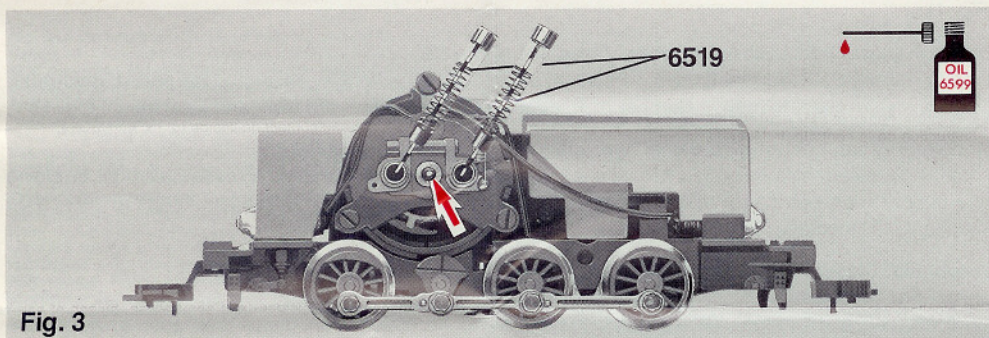

Fig. 3
**Ölen:** Gölt werden Motor und Getriebe nur an den gekennzeichneten Lagerstellen (Fig. 3, 4, 5). Nur **FLEISCHMANN-Öl 6599** verwenden. Nur ein kleiner Tropfen pro Schmierstelle ( → ), sonst Überöltung. Zur Dosierung die in der Verschlusskappe der Ölflasche angebrachte Nadel verwenden.
**Lubrication:** The motor and gear-box need only be lightly oiled at the bearing points marked (fig. 3, 4, 5). Only use **FLEISCHMANN-oil 6599**. Only put a tiny drop in each place ( → ), otherwise it will be overoiled. An applicator needle is located in the cap of the oil bottle for your use.
**Graissage:** Le moteur et les engrenages doivent être huilés uniquement aux endroits indiqués (fig. 3, 4, 5). N'utilisez que l'huile recommandée **FLEISCHMANN 6599**. Une seule goutte par point à lubrifier ( → ) afin d'éviter tout excès. L'aiguille montée dans le bouchon du petit flacon convient parfaitement à cet usage.
**Oliëren:** De motor en de aandrijving hoeven alleen op de aangegeven plaatsen geolied te worden (fig. 3, 4, 5). Alleen **FLEISCHMANN-olie 6599** gebruiken. Een klein druppeltje per smeerpunt ( → ) is heus voldoende, anders wordt de zaak te vet. Voor een juiste dosering he spuitje gebruiken dat wordt bijgeleverd in het olieflasje.
**Inoljning:** Motor och drev inoljas endast på de visade lagren (fig. 3, 4, 5). Använd bara **FLEISCHMANN-olja 6599**. Endast en droppe per ställe ( → ), annars blir de för mycket. Använd nålen, som är fäst i locket till oljflaskan får dosering.
**Lubrificazione:** Il motore e l'ingranaggio vengono lubrificati solo nei punti contrassegnati dei supporti (fig. 3, 4, 5). Utilizzare solo olio **FLEISCHMANN 6599**. Usare soltanto una piccola goccia per ogni punto di oliatura ( → ), altrimenti si rischia di oliare troppo. Per il dosaggio utilizzare l'ago di cui è provvisto il tappo di chiusura del flacone dell'olio.